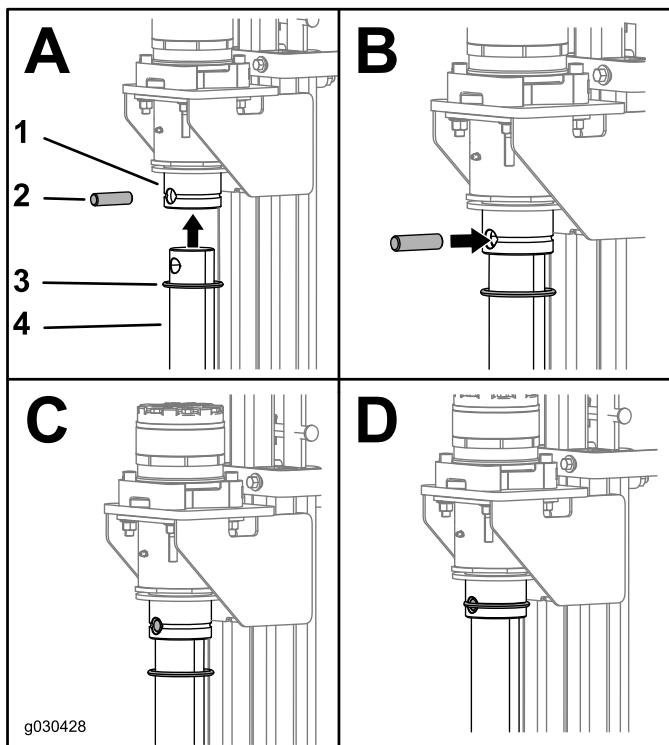

Figura 3
Instale las estacas nuevas alineando el taladro de la estaca con el acoplamiento del motor, y sujetelas con las juntas tóricas y los pasadores incluidos en este kit (Figura 3).
8. Instale las estacas nuevas alineando el taladro de la estaca con el acoplamiento del motor, y sujetelas con las juntas tóricas y los pasadores incluidos en este kit (Figura 3).